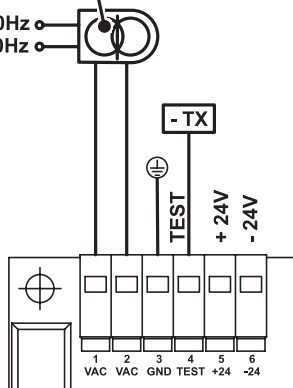

Fig. 2
5.1. MORSETTIERA CN1 (Fig. 2)	pag.3
5.1. MORSETTIERA CN1 (Fig. 2)